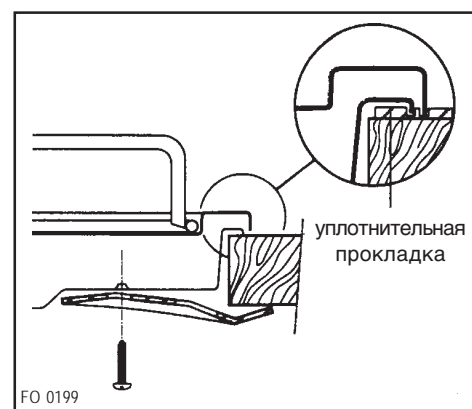

Рис. 13
- 3) Закрепите прибор винтами (рис. 13). При затягивании винтов уплотнение может выступить из-под кромки, эти излишки можно затем удалить.